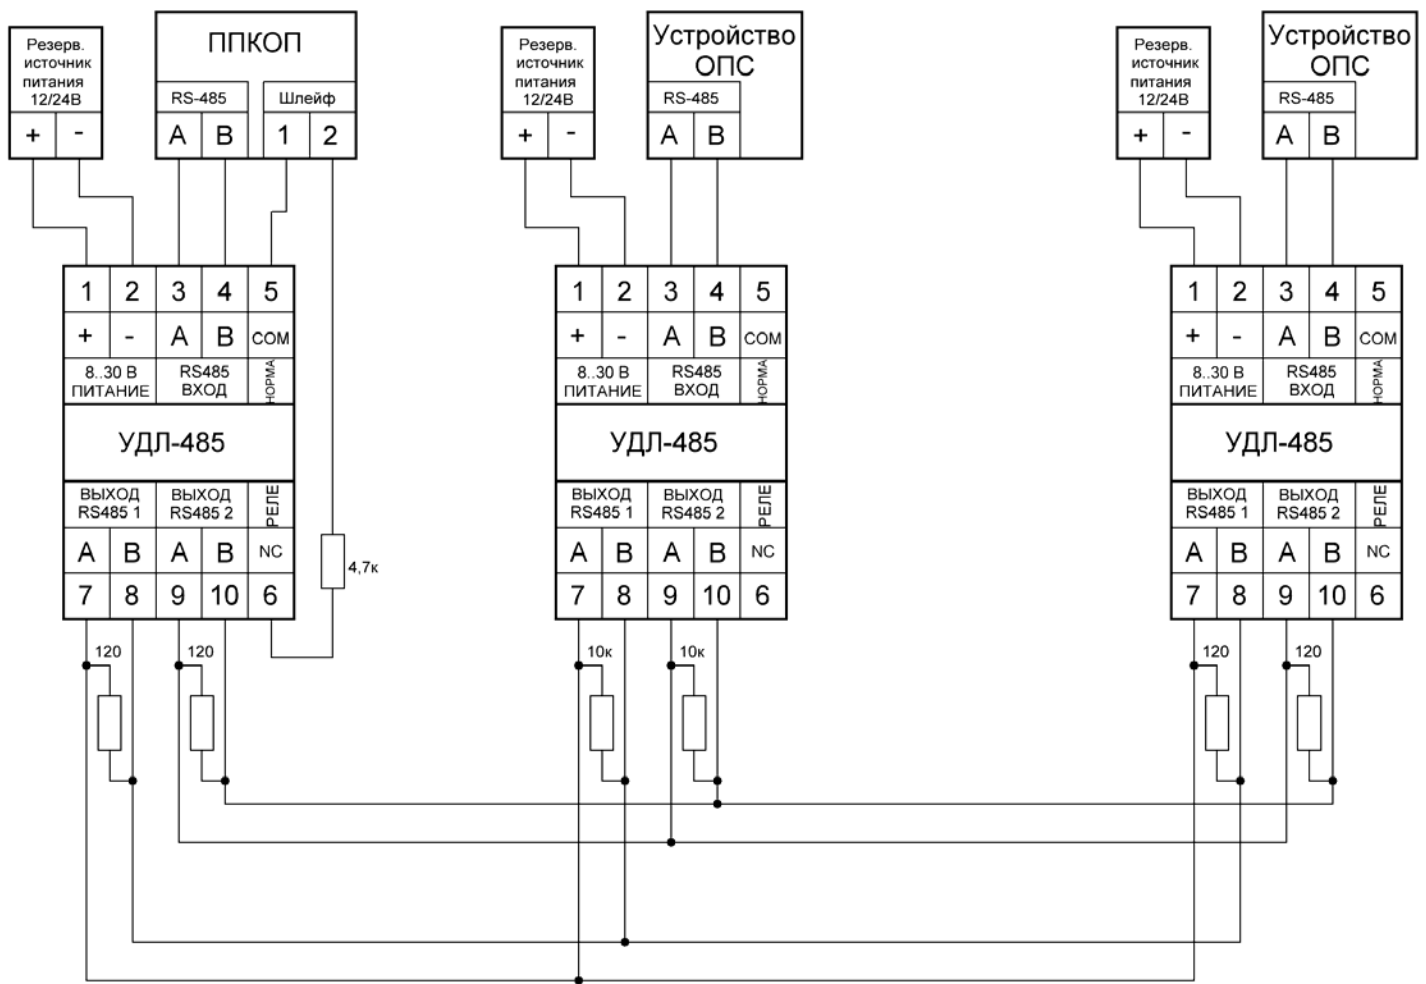

Рис. 2. Схема подключения УДЛ-485.
7.2 Произвести подключение устройств по схеме согласно **рис.2**.
В случае необходимости контроля целостности линии связи следует подключить выход устройства «РЕЛЕ НОРМА» к технологическому шлейфу сигнализации согласно схеме на **рис.2**.
Примечание. Для корректной работы УДЛ-485 на каждом выходе интерфейса связи должны быть установлены **нагрузочные резисторы сопротивлением 10 кОм ±5%, а на оконечных устройствах в линии вместо них оконечные резисторы сопротивлением – 120 Ом ±5%. (см. рис.2.)**